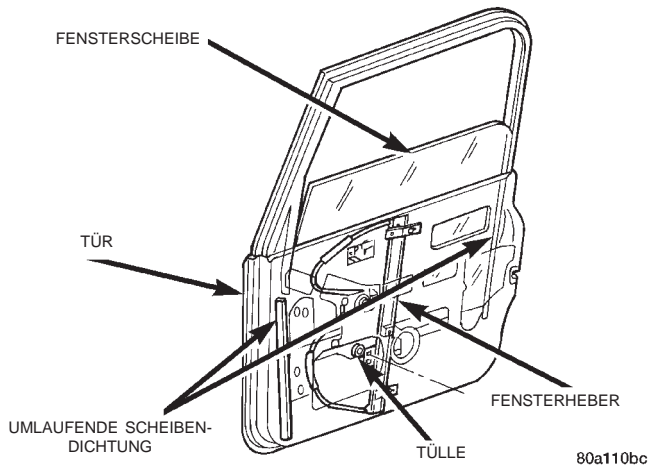

Abb. 30 Kompletttür — Umlaufende Scheibendichtung
- (1) Scheibe absenken.
- (2) Mit einem Hartkunststoffstab vorsichtig die umlaufende Scheibendichtung aus dem Scheibenrahmen abhebeln.
- (3) Scheibe ausbauen.
- (4) Umlaufende Scheibendichtung in der Tür fassen (Abb. 30) und aus der Scheibenführung herausziehen.